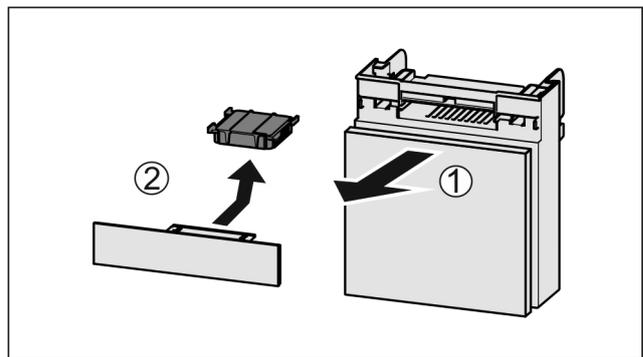

Fig. 140
- ▶ Fach nach vorne herausziehen Fig. 140 (1).
- ▶ Aktivkohlefilter entnehmen Fig. 140 (2).